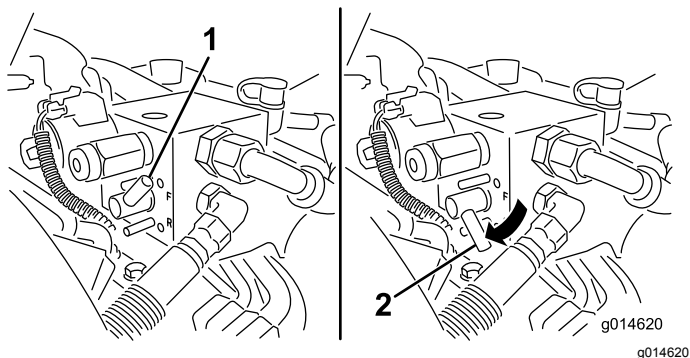

Рисунок 51
5. Поверните рычаг заточки обратным вращением в положение ОБРАТНОЕ ВРАЩЕНИЕ (R) (Рисунок 51).